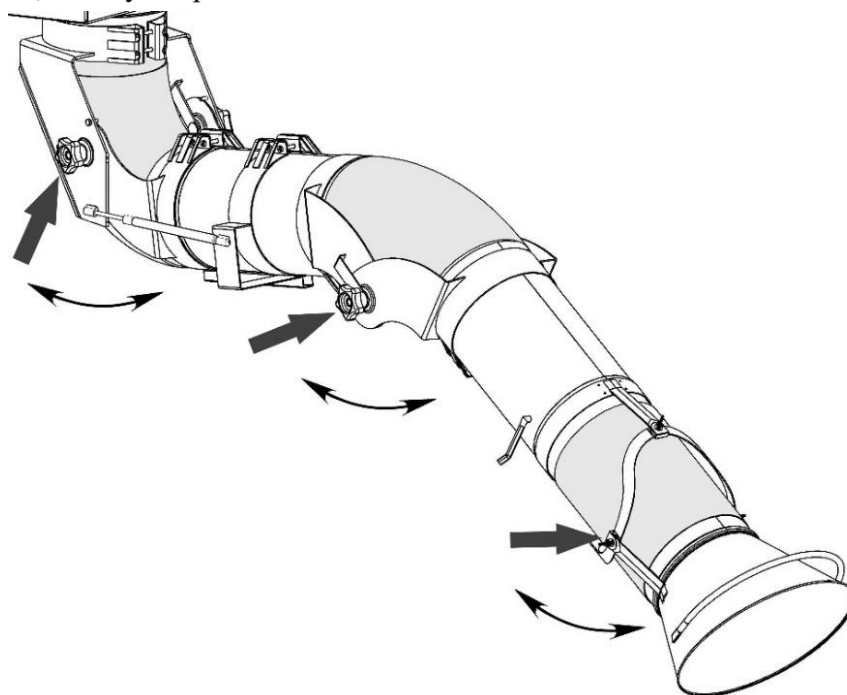

Рисунок 10
5.6.1 Шарниры устройства в зафиксированном состоянии защищены от проскальзывания фрикционными прокладками. Для изменения положения устройства необходимо открутить рукоятки (рисунок 10), поднять или опустить воздуховодную часть так, чтобы воздухоприёмная